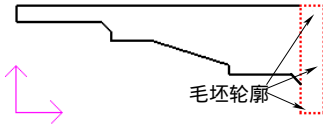

图 4-23 拾取毛坯轮廓
- 系统接着提示用户拾取毛坯轮廓，仍然以“单个拾取”方式依次选取 3 条线段，如图 4-23 所示，然后单击鼠标右键结束毛坯轮廓的拾取。